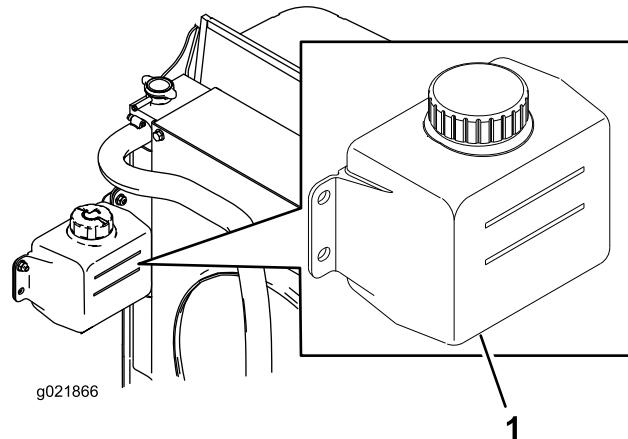

Рисунок 63
- Проверьте уровень охлаждающей жидкости в расширительном бачке (Рисунок 63).